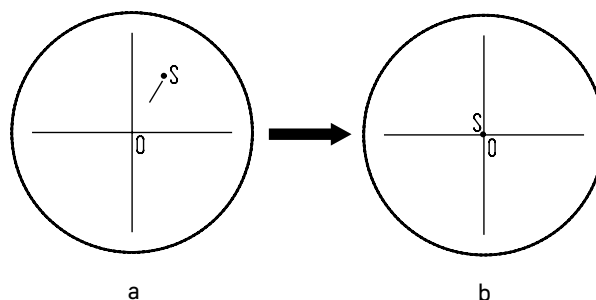

Рис. 14. Настройка канала визуализации
- Установите рукоятку переключения светового потока **4** в положение для наблюдения через окуляры. Наблюдая объект через окуляры, найдите отличительную точку в поле зрения (легко идентифицируемую цель, такую как точка *S* на рис. 14-а), переместите объект на предметном столике так, чтобы данная точка находилась в центре поля зрения, как показано на рис. 14-б. Для этой процедуры вместо обычного препарата удобно использовать специальный калибровочный слайд с перекрестием, а вместо обычного окуляра – окуляр с перекрестием.